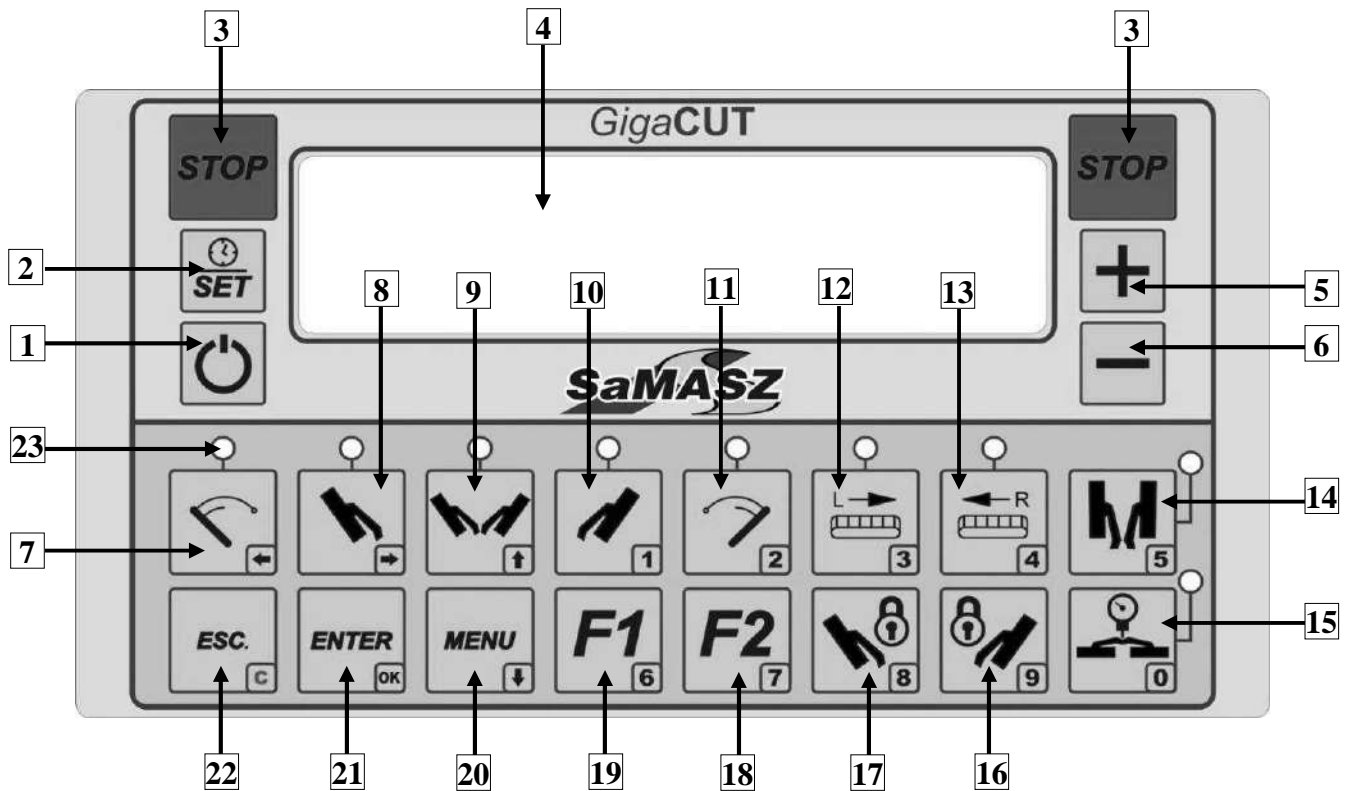

Рис. 16. Панель управления – описание функций
Управление косилкой совершается при помощи одной гидравлической секции трактора и панели управления, находящейся в салоне трактора. Оператор при помощи переключателей на рабочем столе выбирает действие, которое хочет совершить с помощью гидравлики трактора. Для того, чтобы включить управление следует нажать переключатель питания (Рис. 17а) и нажать кнопку (1)  (Рис. 16). Включение данной кнопки сигнализируется при помощи диода (23), находящегося над кнопкой.
Для установки косилки в транспортную позицию на поворотах надо нажать кнопку (1)  и (9)  на панели управления (Рис. 16).
находящимся над кнопкой, произойдет запуск правого транспортера (R). Выключение транспортеров реализуется путем повторного нажатия кнопок (12)  и (13) , которые активируют работу транспортеров (Рис. 16). Обороты лент транспортеров регулируются при помощи кнопки (5)  – вызывающей повышение скорости вращения лент или кнопки (6)  – вызывающей понижение скорости вращения лент транспортеров покоса.